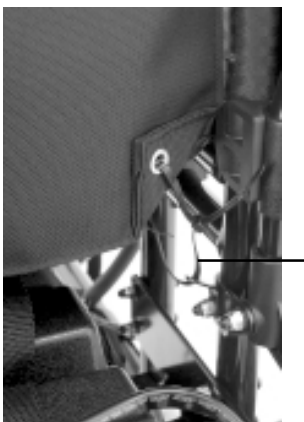

Figure 6. Installation des attaches de plastique
10. Installez deux attaches de plastique pour fixer le dossier. Voir la figure 6.